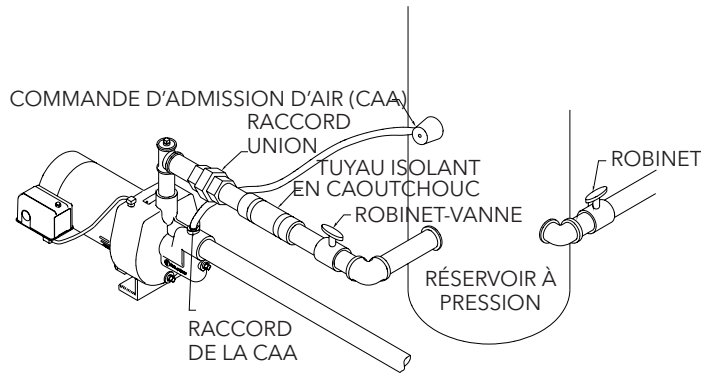

Figure 4 – Système à réservoir à pression standard
1. Vidanger le réservoir de stockage. Séparer d'avec la vieille pompe les tuyaux d'aspiration et de refoulement (distribution) et, au besoin, le tube de la commande d'admission d'air (CAA – fig. 4), puis enlever la pompe.
Il faut utiliser des raccords et accessoires de tuyauterie ordinaires pour relier la pompe à un réservoir à pression standard (fig. 4). On devrait poser un tuyau isolant en caoutchouc entre la pompe et le réservoir pour réduire la transmission du bruit et des vibrations. Poser une commande d'admission d'air dans l'orifice du réservoir prévu à cette fin, puis la relier à la pompe avec un tube de ¼ po de diamètre.